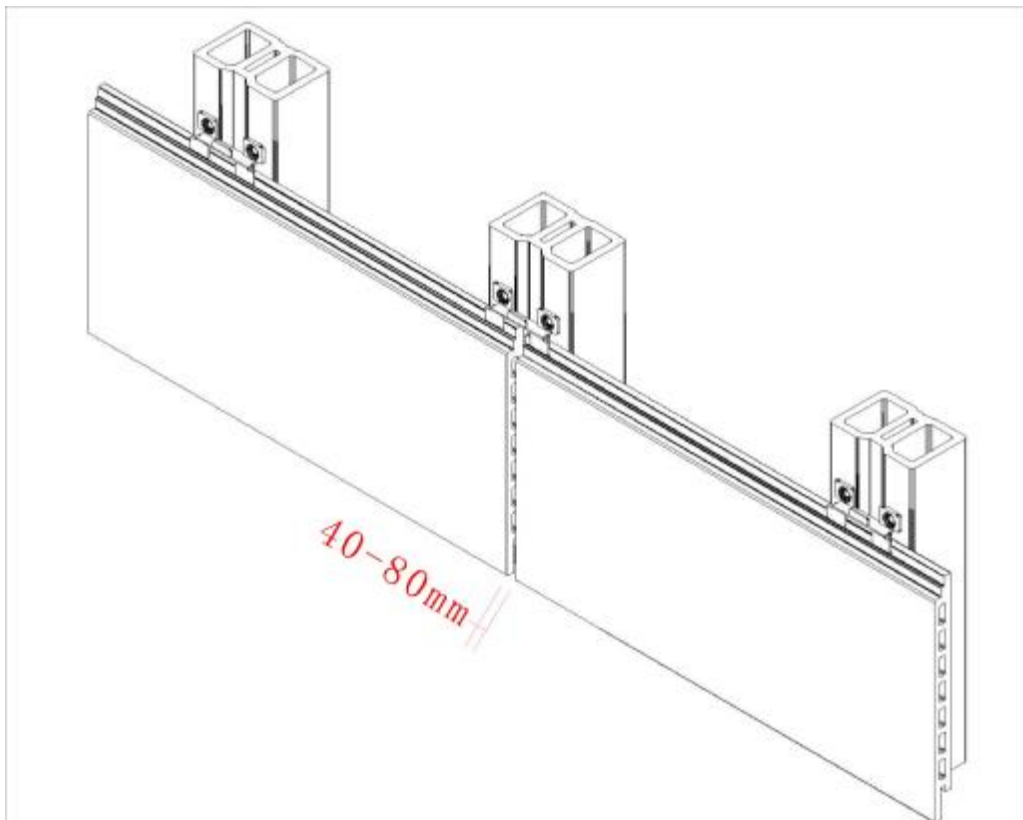

图 8
- 注：MK03 墙板在长度方向出现两块衔接时，需预留伸缩缝，室内预留值为每米 4%、室外 8%，建议将伸缩缝尽量留在龙骨之上。（见图 8）